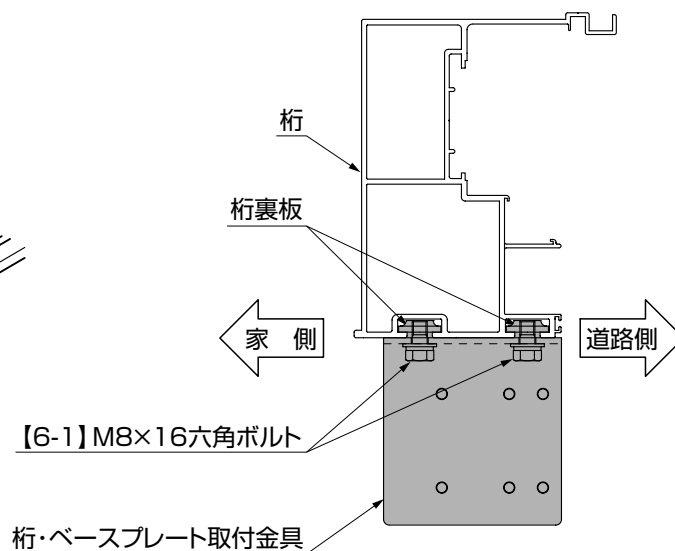

図3-2
- ② 桁取付金具の側面を取付位置シールのガイド線に合わせて、桁・ベースプレート取付金具を【6-1】で取付けてください。(図3-2、図3-3参照)
- ③ 反対側も同様に取付けてください。